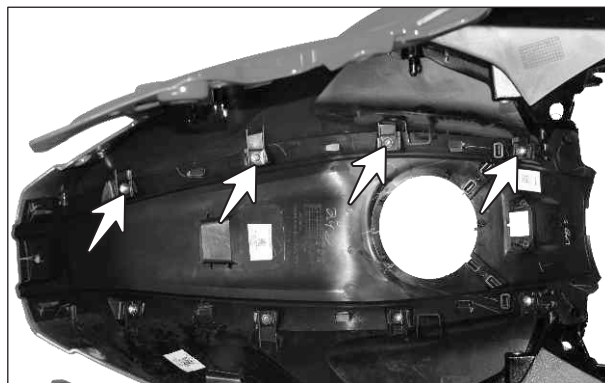

Fig.1.53
- Retire los 4 tornillos de cabeza plana (ST4.2x13) de la parte interna de la cubierta derecha de depósito de combustible donde se fija a la cubierta central. (Fig. 1.53)